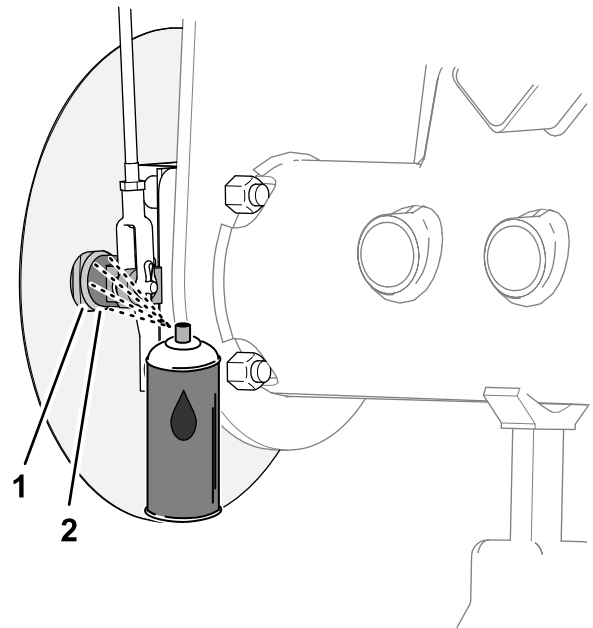
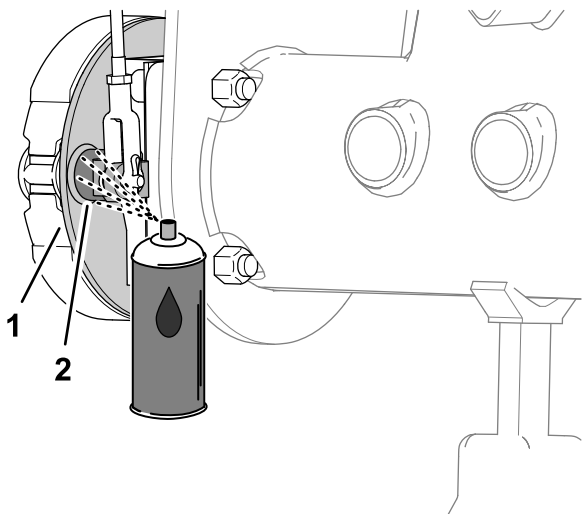

Figura 68
Figura 67
1. En el lado interior del plato del freno (máquinas sin deflector de hierba opcional en la llanta de la rueda) o en el deflector de la rueda (máquinas con deflector de hierba opcional), pulverice aceite penetrante entre el árbol de levas del freno y el plato fijo (Figura 67 o Figura 68).